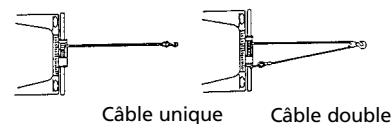

Figure 1
1. Ne maintenez pas l'alimentation au treuil si le moteur cale. Les surcharges peuvent endommager le treuil et/ou le câble et peuvent créer des conditions dangereuses. **POUR LES CHARGES DE PLUS 2/3 DE CAPACITÉ NOMINALE, NOUS RECOMMANDONS D'UTILISER LE PALAN FACULTATIF AFIN DE DÉDOUBLER LE CÂBLE** (Fig. 1). Ceci réduit la charge appliquée au treuil et au câble d'environ 50%. En cas d'attache au même véhicule, fixez le treuil au cadre ou à un autre point de porteur. Le moteur du véhicule devrait être en marche pendant le fonctionnement du treuil pour minimiser l'épuisement de la batterie et maximiser la force et la vitesse du treuil. Si un treuillage important est effectué sans que le moteur ne soit en